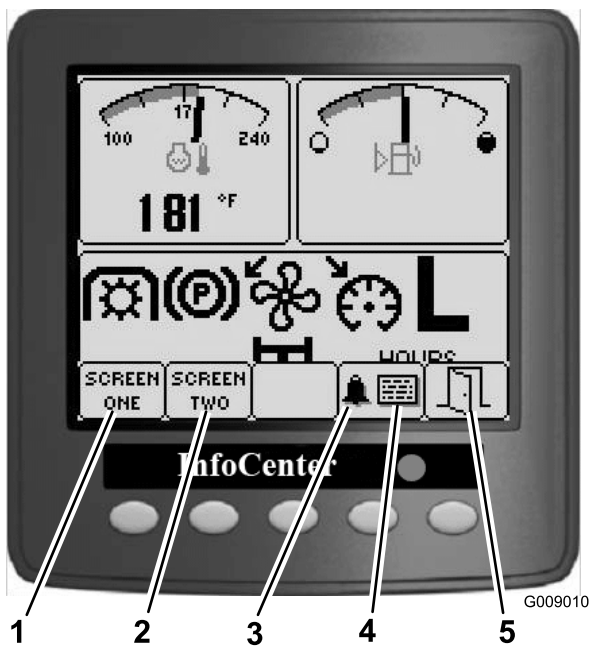

Figura 15
- Pulse el botón correspondiente para ver la pantalla 1 o pantalla 2, detener la alarma sonora, ver la pantalla de fallos o salir (Figura 15).